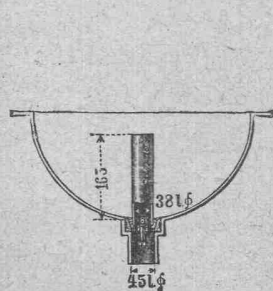

Fig. Z. 580
- Fig. Z 580 Ventil mit Überlaufrohr (siehe Seite vorher) pro Stück . . . „ 8.—